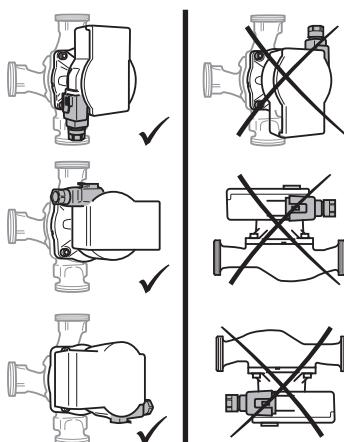

Fig. 2: Polohy instalace
- Místo instalace vyberte v souladu s přípustnou polohou instalace (Fig. 2).